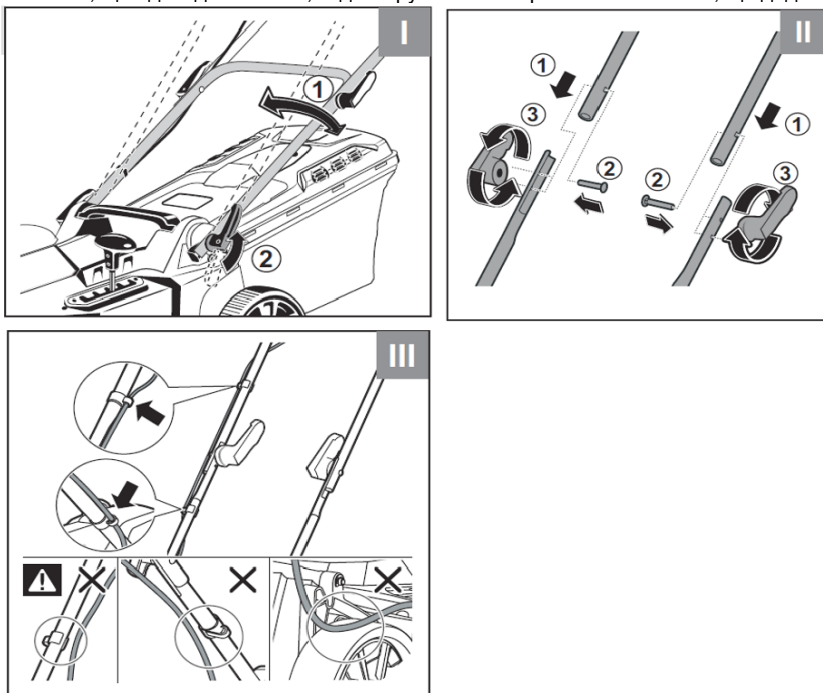

Рисунок 2
1. Встановлення рукоятки (рис. 2)